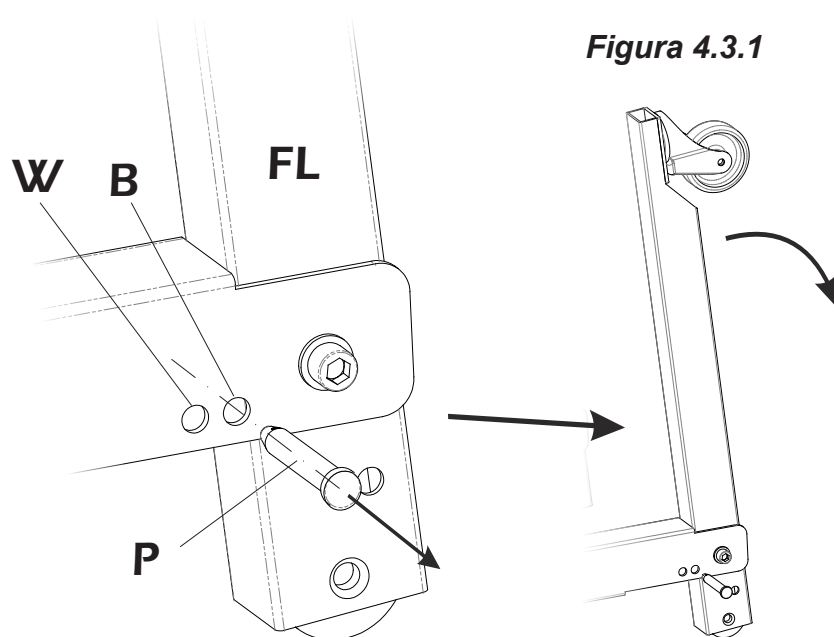
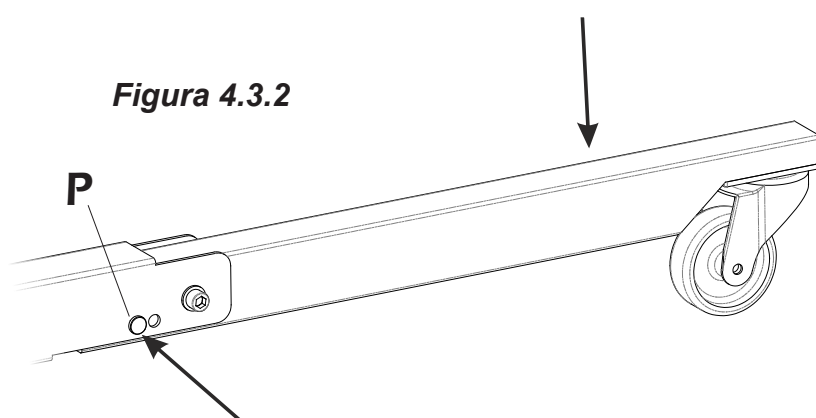

Figura 4.3.1
Figura 4.3.2
4.3 - Una vez la torre esté en posición horizontal, extraiga el pasador (**P**) de su posición de bloqueo (**B**) (Ver figura 4.3.1). A continuación proceda a bascular/bajar la pata frontal (**FL**) hasta colocarla en su posición de trabajo. Vuelva a colocar el pasador (**P**) en la posición de trabajo (**W**) para bloquear la posición de la pata frontal. (Ver figura 4.3.2) Realice este paso para las dos patas.